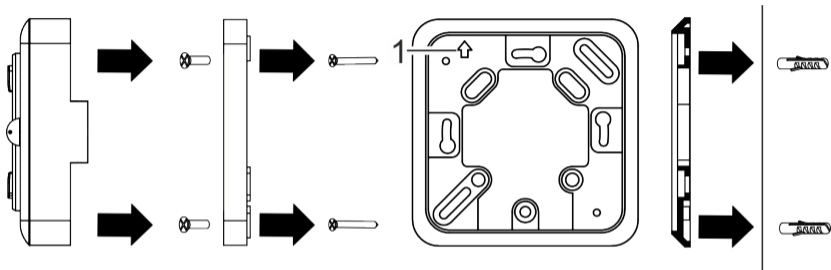

Fig. 5: Montaggio su scatola sotto intonaco e montaggio sopra intonaco
1. Montare la piastra di montaggio sulla scatola sotto intonaco con le viti (3,5 x 25 mm) (Fig. 5).
La freccia (Fig. 5/1) sulla piastra di montaggio dev'essere rivolta verso l'alto.
4. Montare la base dell'alloggiamento dell'apparecchio sulla piastra di montaggio con le viti (3 x 6 mm) (Fig. 5).
4. Fissare la base dell'alloggiamento ai tasselli da parete con le viti (3,5 x 25 mm) (Fig. 5).